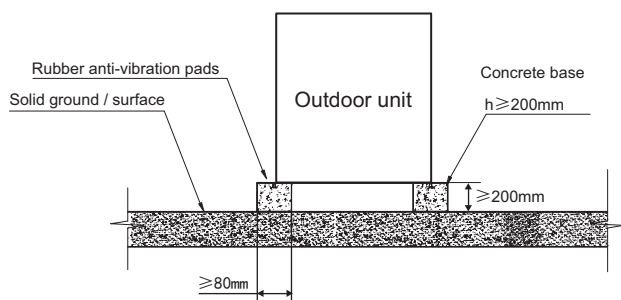

Fig. 6-6 Vista frontal da estrutura base
- É apresentado um design típico da base de betão na Fig. 6-6. Uma especificação característica do betão é 1 parte de cimento, 2 partes de areia e 4 partes de pedra britada, com varões de aço para betão armado. As extremidades da base deverão ser chanfradas.